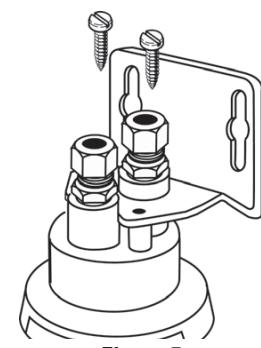

Figure 5
5. Retirer les deux vis supérieures du sommet du module de tête. Placer soit le raccordement d'entrée ou celui de sortie dans le gros orifice du support et remplacer ces deux vis. La tête du filtre est maintenant fixée et prête à être raccordée à la tuyauterie (figure 5).